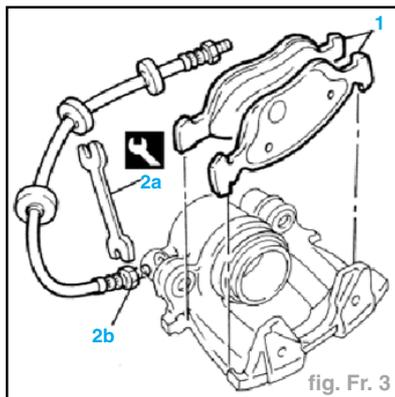

fig. Fr. 3
- A l'aide de la clé appropriée (2a) (réf. 1.856.132.000), dévisser le raccord (2b) sur l'étrier et déposer la canalisation (fig. Fr. 3).